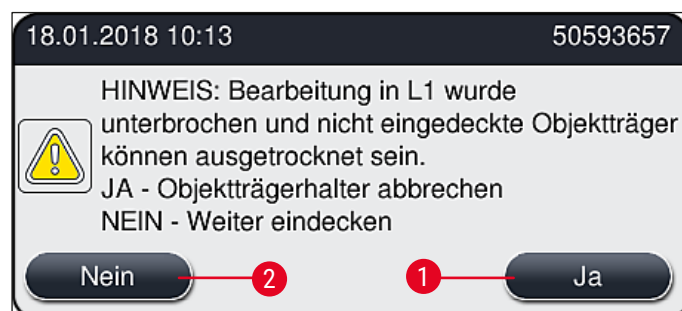

Abb. 113
9. Die Gerätesoftware führt eine Füllstandskontrolle durch. Ist diese beendet, erhält der Benutzer eine Hinweismeldung (→ Abb. 113).